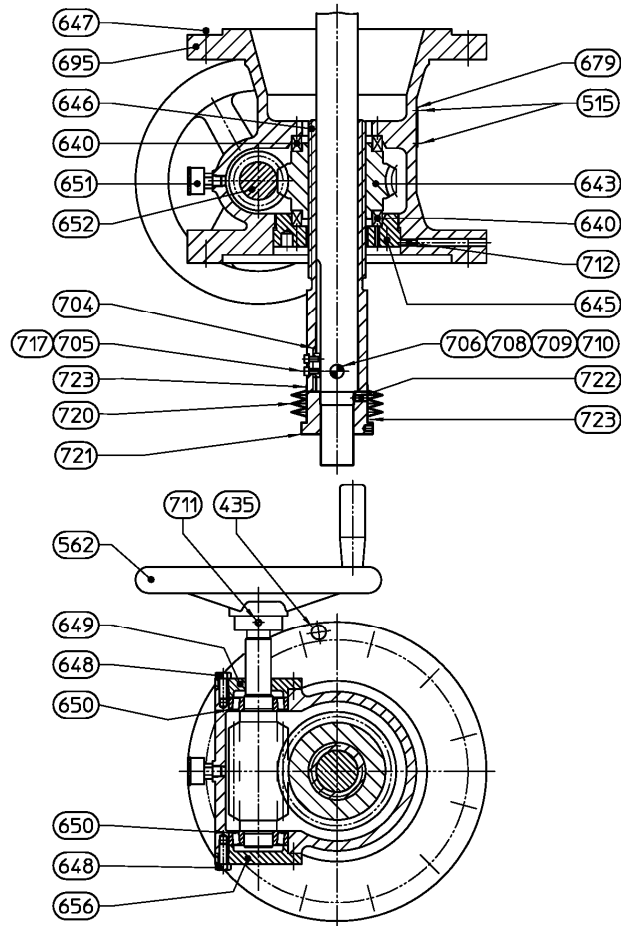

Fig.2
2. ISTRUZIONI D'USO DEL COMANDO MANUALE (Fig. 2)
- 4.3 Togliere le viti (647) e la spina (706) per staccare il cilindro dal riduttore.
5. SMONTAGGIO DEL GRUPPO RIDUTTORE (Fig. 2)
- 7.9 Applicare i rimanenti tiranti (612) e i relativi particolari: 627 e 628.
- ## **8. RIMONTAGGIO DEL GRUPPO RIDUTTORE (Fig. 2)**